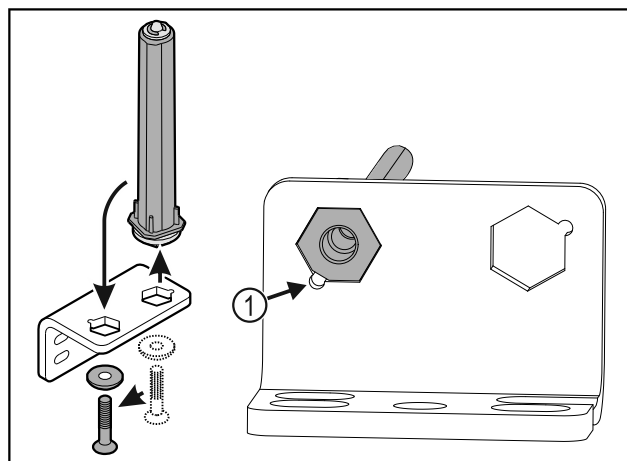

Fig. 19
- ▶ При поставянето внимавайте за това, скосяването на болта Fig. 19 (1) да сочи към кръглия отвор.